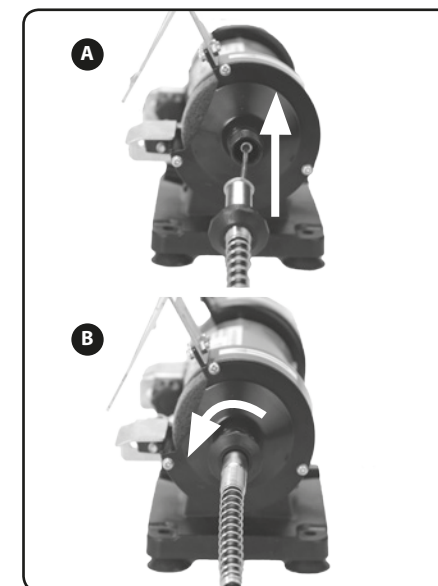

Abb. 5
1. Stecken Sie die Bowdenwelle in den Wellenmitnehmer auf der Seite der Schleifmaschine und befestigen Sie ihn durch Anschrauben des Flansches. Der Flansch hat ein linksdrehendes Gewinde. Im Fall, dass die Welle in den Bowden eingesteckt ist, ziehen Sie sie mit einer Zange heraus (Abb. 5).